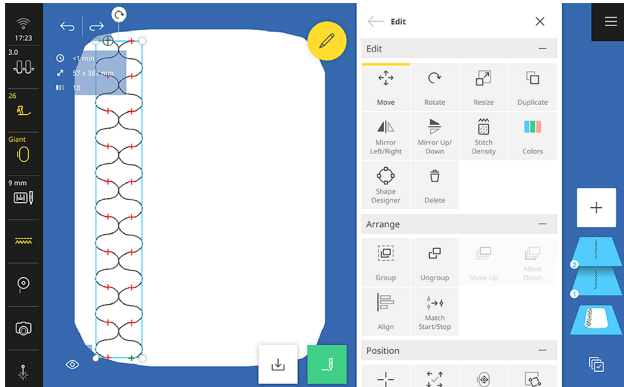

Fig. 36
8. Select Mirror Up/Down (Fig. 36).